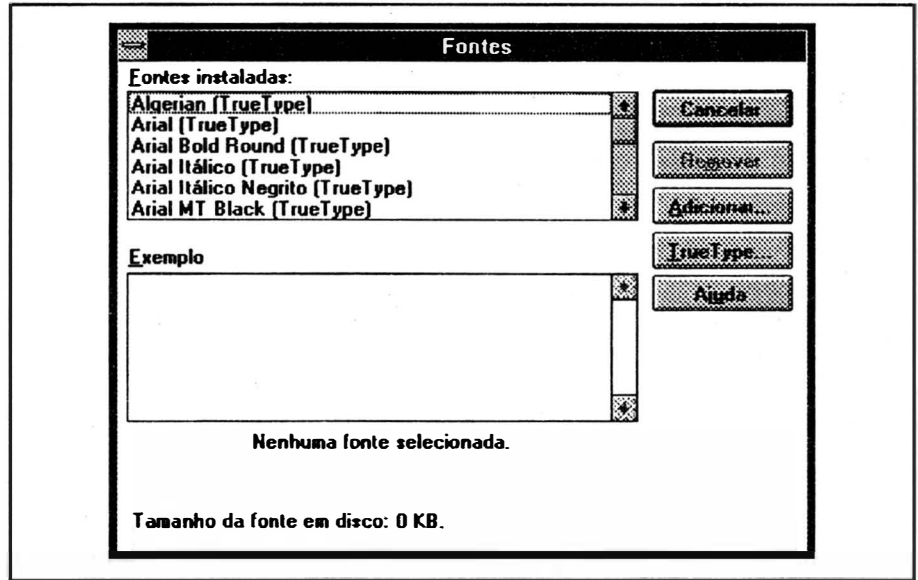

FIG. 5 - Janela para instalação de fontes, no PAINEL DE CONTROLE do grupo PRINCIPAL do GERENCIADOR DE PROGRAMAS do WINDOWS.
- Acionar o botão ADICIONAR (fig. 5).